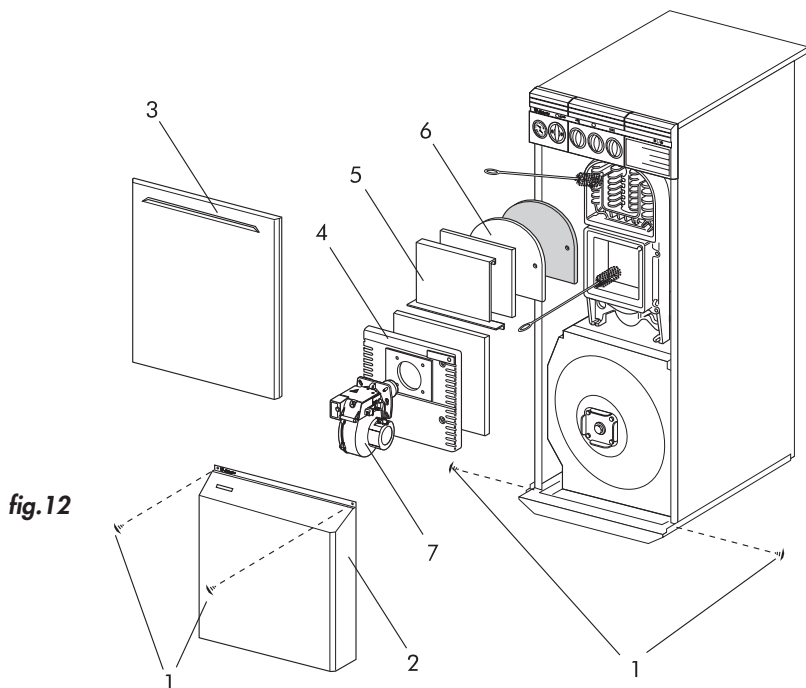

fig.12
- Quiten los paneles 2,3,4,5,6 y el quemador 7 (fig.12).